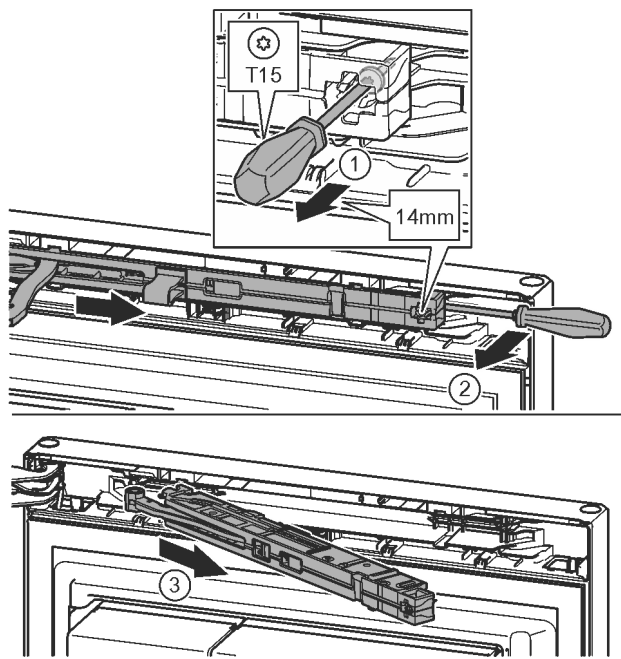

Fig. 12
- С отвертка T15 отвийте винта на блока на затварящия демпфер с ок. 14 mm. *Fig. 12 (1)*
- От страната на дръжката вкарайте отвертка зад блока на затварящия демпфер и завъртете напред. *Fig. 12 (2)*
- Издърпайте блока на затварящия демпфер. *Fig. 12 (3)*